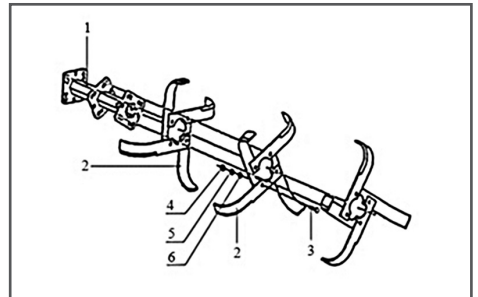

Рис.11 Сборка фрез
1. Установить ножи фрез на кронштейны осей фрез (ножи должны быть установлены лезвием по ходу культивации) Рис. 11.